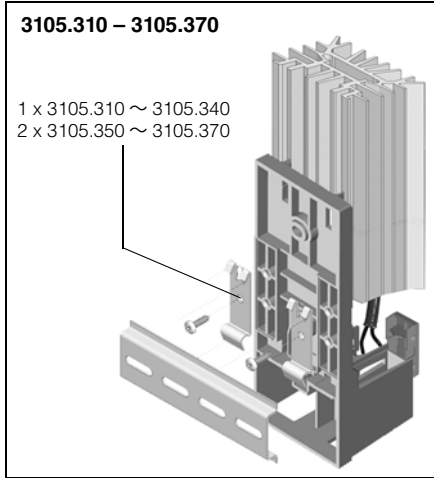

図2: 35 mm レール(DIN EN 50 022) へのスナップ式固定
| | 1 | 固定部品 (図 2 を参照) |
| | 1 | 取扱説明書 固定部品 (図 2 を参照) |
1. 35 mm レール (DIN EN 50 022) へのスナップ式固定 (図 2)。